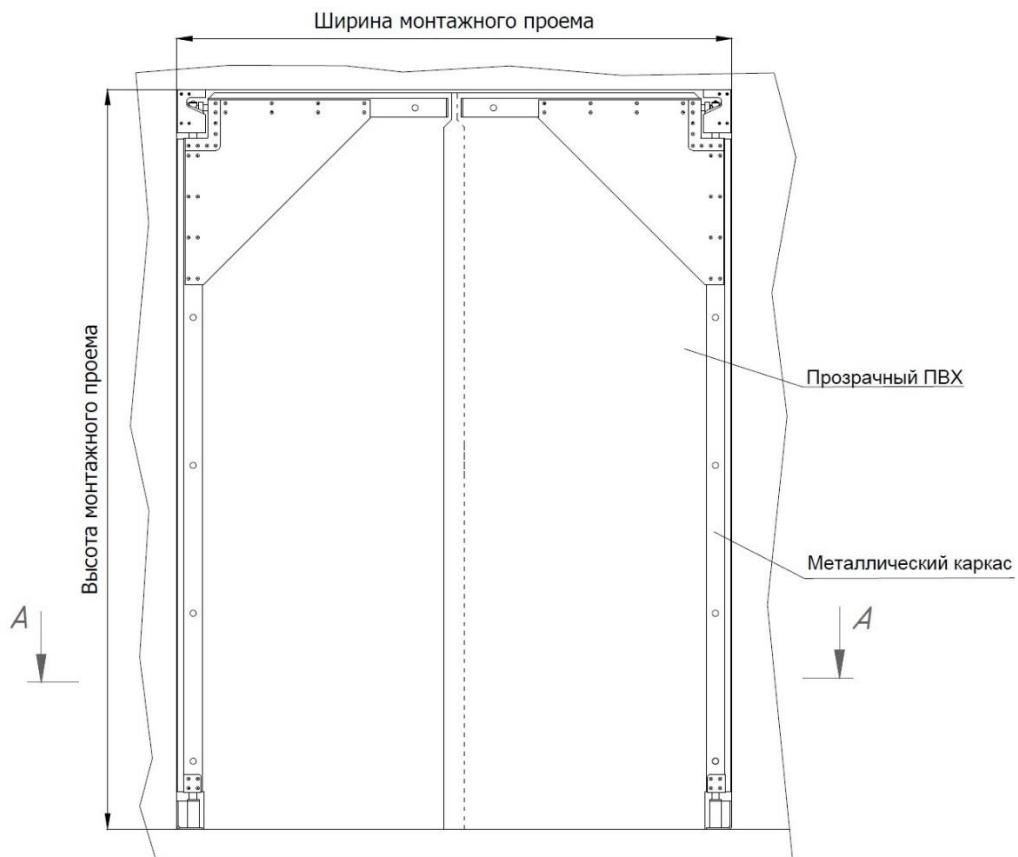

Рисунок 2. МДД ПВХ из морозостойкой прозрачной ПВХ
- Из морозостойкой прозрачной ПВХ пленки толщиной 7 мм и металлического каркаса (Рисунок 2)